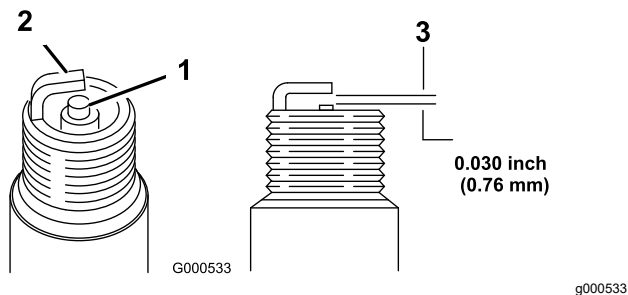

Figura 22
5. Regule a lacuna entre os eletrodos em 0,76 mm (0,03 polegada), como mostrado na Figura 22.